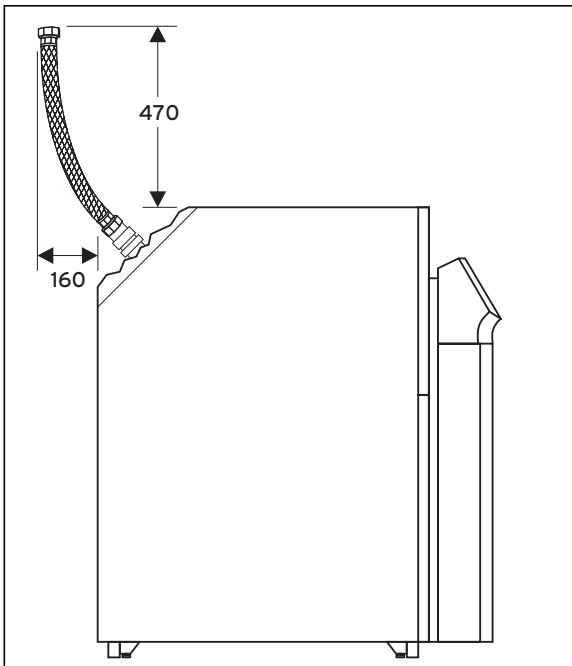

Abb. 4.4 Optimale Installation der flexiblen Schläuche
- Planen Sie den genauen Aufstellort der geoTHERM Wärmepumpe sowie die Rohrinstallation so, dass die zur Schwingungsentkopplung mitgelieferten flexiblen Anschlussschläuche wie in Abb. 4.4 gezeigt angeschlossen werden können.
Die mitgelieferten Anschlussschläuche dienen der Schwingungsentkopplung und müssen an der Wärmepumpe installiert werden, andernfalls kann es zu Schwingungen in der hydraulischen Anlage kommen. Beachten Sie hierzu den Wandabstand (Abb. 4.1) sowie Abb. 4.4.